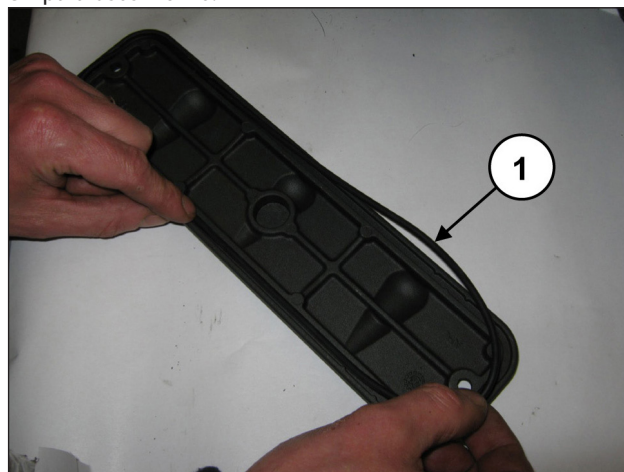
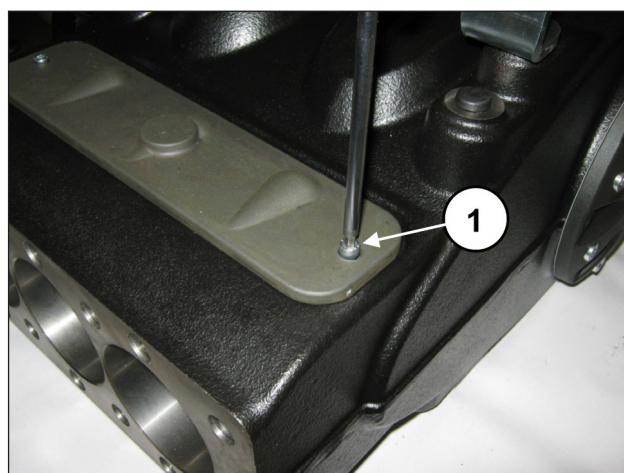

Fig. 195
Fig. 196
Insira o O-ring nas tampas de inspeção (pos. ①, Fig. 195) e monte as tampas usando 2 parafusos M6x14 (pos. ①, Fig. 196) e 2 parafusos M6x40.